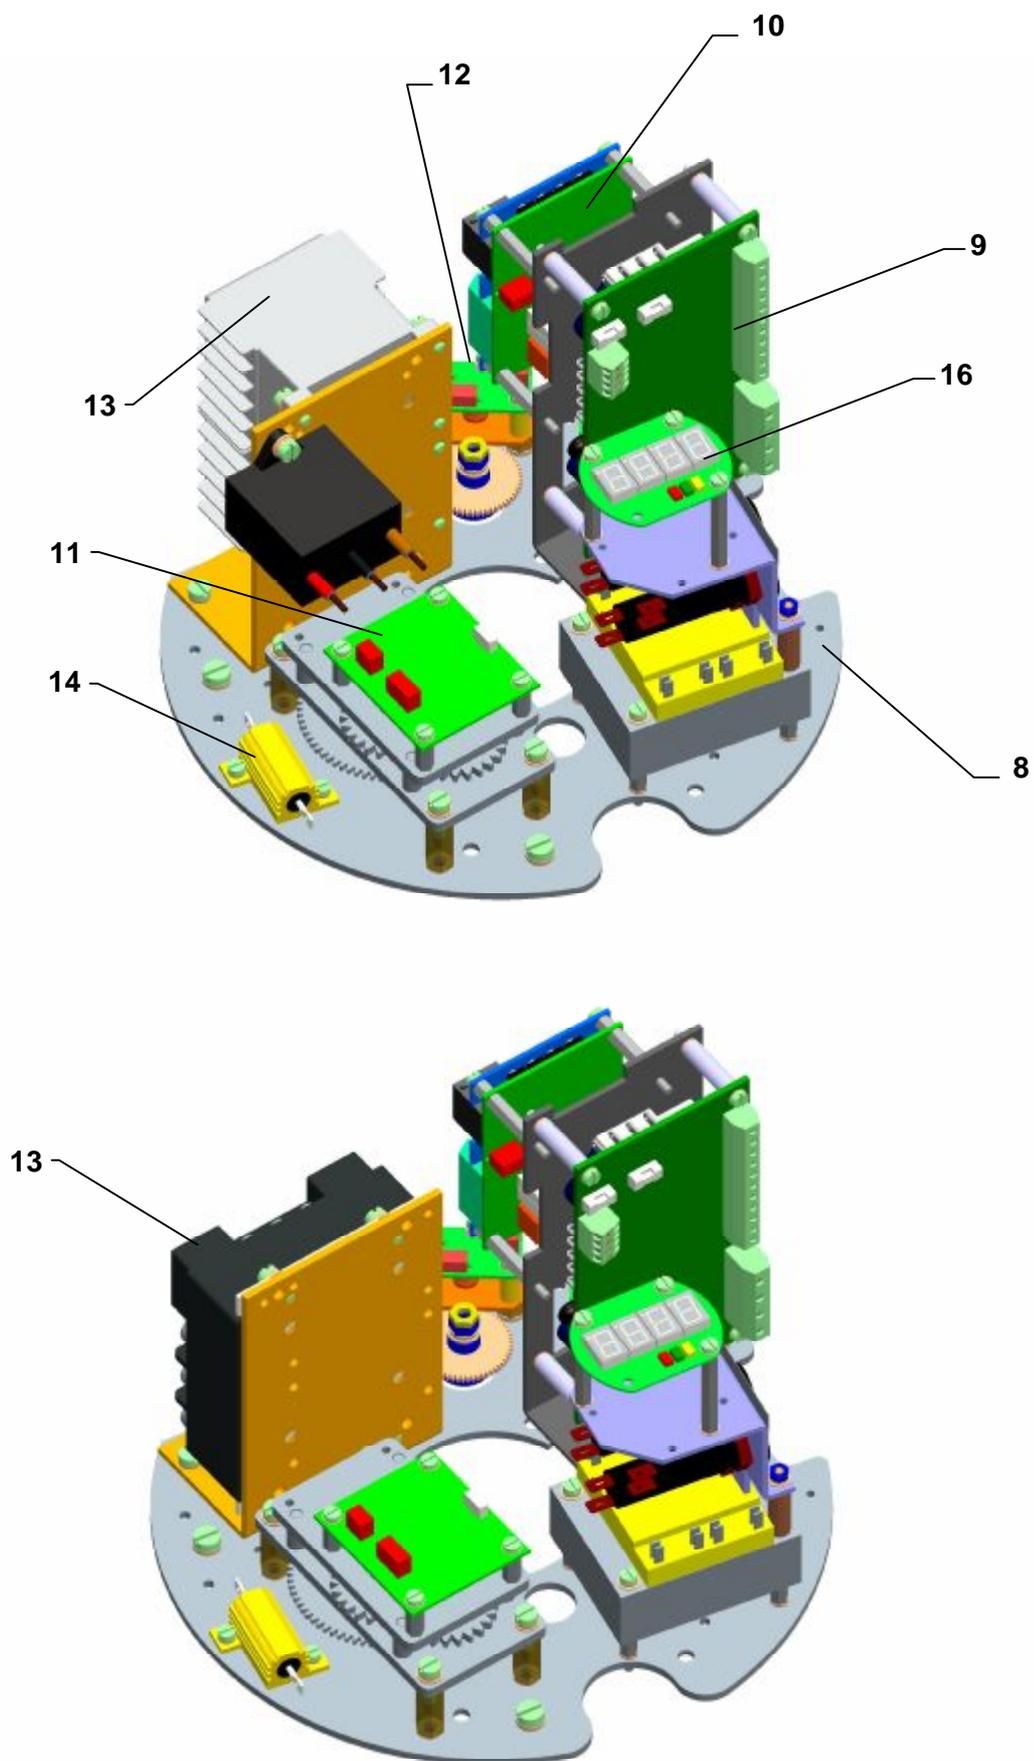

Рис.3 – MOR 3.XPA-Ex – трехфазная версия
Нижняя часть шкафа управления включает шкаф силовой передачи и создает несущую часть передачи управляющей плиты (Рис.3 и Рис.3а, Рис.3б).
Рис.3а - MOR 5PA-Ex
Приводная часть ЭП – **электродвигатель (М1) (Рис.1)**, питаемый из **доски источника (9)**(рис.3,3а) и управляемый из **блока управления (10)**(рис.3,3а) электроники DMS3.
На доске управления (8) (рис.3,3а) установлено отопительный элемент (14) (рис.3,3а).
Блок управления (10) рис.3,3а) – главная часть системы DMS3 – содержит микропроцессор, 6 сигнальных LED ламп и 4 кнопки для простой настройки и контроля ЭП, коннекторы для подключения датчика и доски источника и коммуникационный коннектор (подключение PC компьютера для настройки и диагностики), 2 свободно программируемые реле R1 и R2, 1 реле READY и клеммы для электрического питания.
Блок съема положения (11) (рис.3,3а) – обеспечивает бесконтактный магнетический съем положения выходного органа.
Блок съема момента (12) (рис.3,3а) – обеспечивает бесконтактный съем момента.
LED дисплей (16) (рис.3,3а) – предназначен для изображения моментального положения выходного органа ЭП, для отчета и изображения эвентуальных погрешностей, которые могут явиться во время работы ЭП. Сигнализация хода ЭП и ошибок индикуется и при помощи LED диод. LED дисплей применяется только в исполнениях ЭП без местного управления.